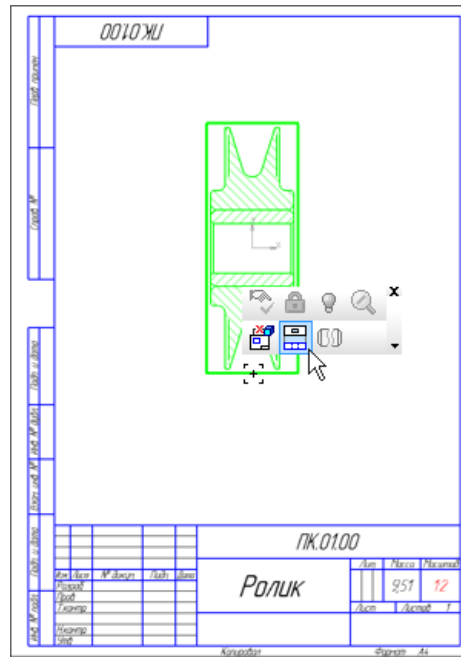

Рисунок 9
- Нажмите кнопку Проекционная связь  на Контекстной панели. После этого вид можно будет перемещать в любом направлении (рис. 9).